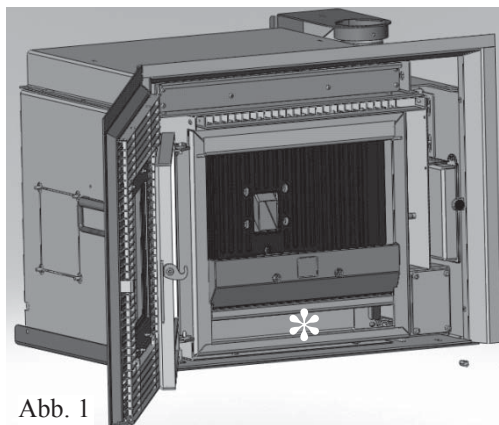

Abb. 1
- Den Feuerraum und das Fach unter dem Feuerraum reinigen (✱ (Abb. 1).